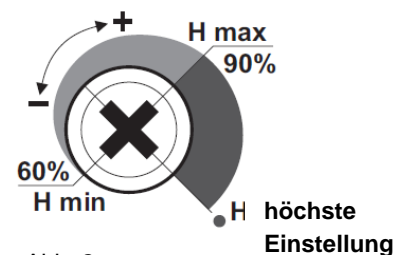

Abb. 2
**Achtung!** Wenn das Potentiometer „H“ auf einen Wert außerhalb der angezeigten Zone eingestellt wird (d. h. rechts von H max., siehe Abb. 2), besteht die Möglichkeit, dass sich der Ablüfter nicht einschaltet. In diesem Fall muss die Stellung des Potentiometers geprüft werden.